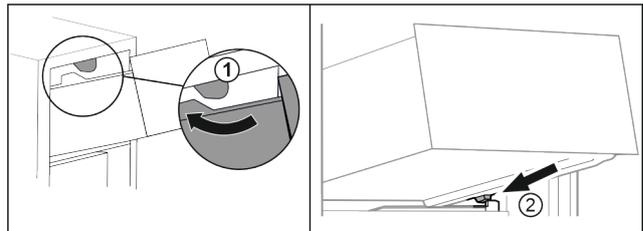

Fig. 77
- ▶ Schubfach um die oberen Stopper herumführen. Fig. 77 (1)
- ▶ Schubfach schräg hinter den unteren Stoppfern auf Behälterrippe aufsetzen. Fig. 77 (2)